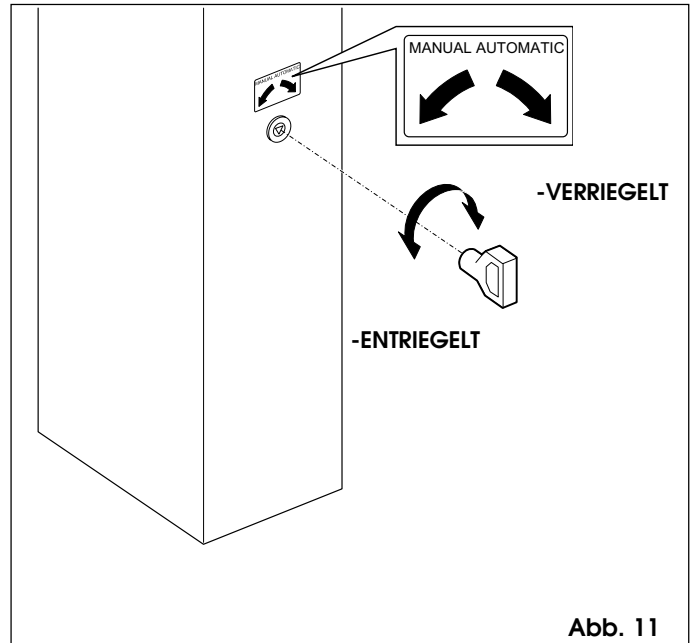

Abb. 11
- Den Dreieck-Standard Schlüssel (Abb.11) ins Schloss einführen und 1 Umdrehung **entgegen dem Uhrzeigersinn** machen.